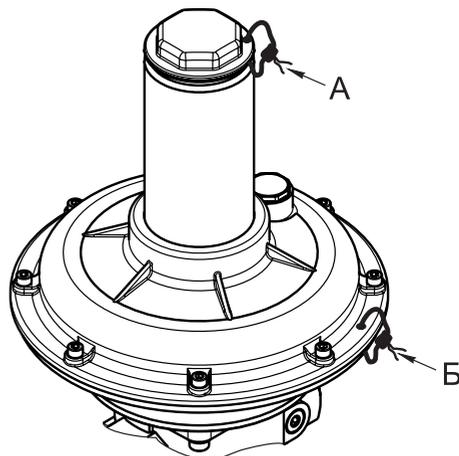

Рис. 8
#### 4.8 Пломбирование (рис. 8).
4.8.2 Для пломбировки используйте проволоку диаметром 0,8 - 1,5 мм, которую необходимо протягивать через отверстия, расположенные в защитной пробке и плоскости соединения корпусных деталей (рис. 8, места А и Б). Пломбировка места Б произведена на заводе-изготовителе. Пломбировка места А осуществляется после настройки регулятора на необходимое выходное давление.